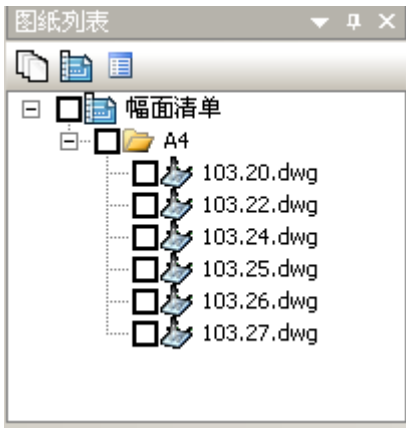

图 5.2 按幅面分类
- 按幅面分类的图纸清单：点击图纸列表框内的  按钮，图纸将按幅面大小分类。如图 5.2 所示。